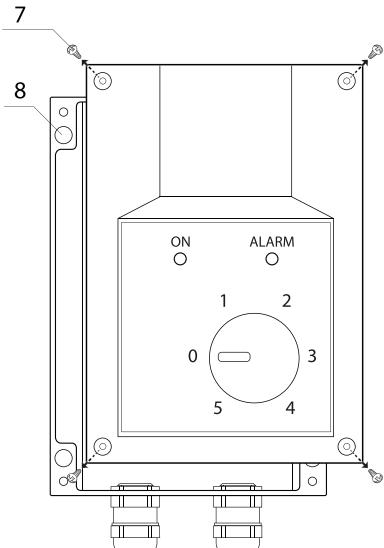

Рис. 2
- Снять переднюю крышку прибора, отвинтив саморезы — **7** (см.рис. 2);
- Закрепить регулятор на поверхности при помощи крепежных отверстий — **8** (см.рис. 2 ) в задней стенке прибора;